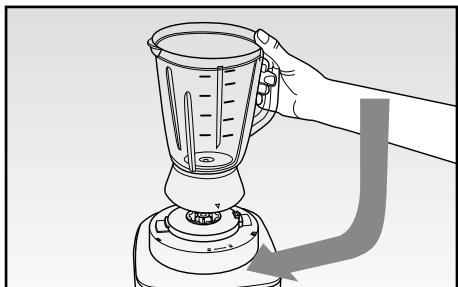

Fig. 10
- Inserire il frullatore (N) sul corpo motore (B) e ruotarlo in senso orario fino a bloccarlo a scatto in modo che le tacche presenti sul frullatore si innestino perfettamente nelle relative asole sul corpo motore (Fig. 10).